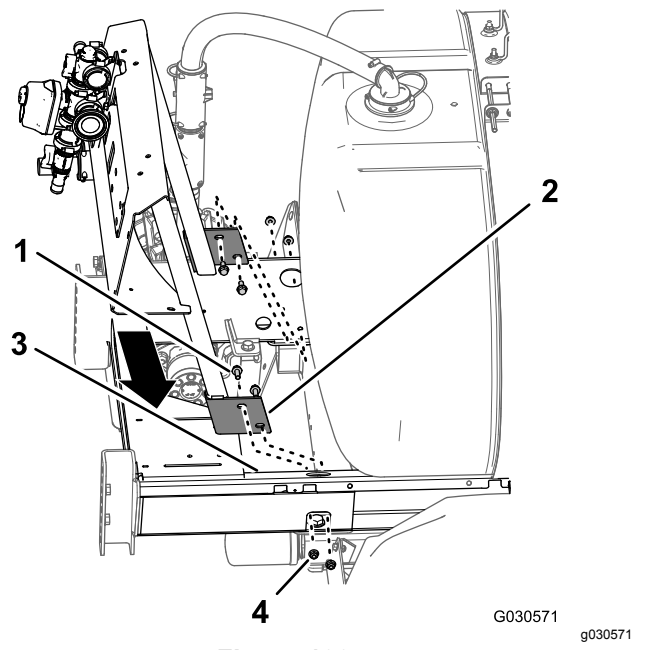

Figura 100
- Montate il supporto del collettore sulla scocca dell'irroratrice (Figura 100) con i 4 bulloni a testa flangiata ($\frac{3}{8}$ " x 1") e i 4 dadi di bloccaggio flangiati ($\frac{3}{8}$ ") che avete rimosso al passaggio 3 di 18 Rimozione del supporto del collettore per il sistema della sezione a 3 barre (pagina 46).
- Allineate i fori nella flangia del supporto del collettore per il sistema a 10 valvole con i fori nel telaio dello chassis dell'irroratrice (Figura 100).